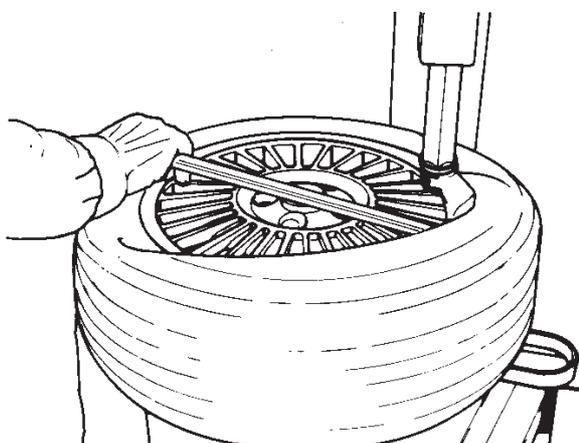

Fig.18
To make this operation easier, insure that the bead of the tire, directly across from the mount/demount head, is in the drop center of the wheel. Push the tire into the drop center with your hand or bead depressor tool if necessary. If desired, the bead lifting tool can be removed after lifting the bead onto the mount/demount head (Fig.18), or you may remove the tool after the bead has been removed.
F. Introduire le levier pour soulever l'enveloppe en-dessous du talon et au-dessus du support de l'outil. Soulever le talon sur la languette de montage. Pour rendre l'opération plus facile, appuyer, de la main gauche ou du presseur pneumatique, sur le flanc du pneu dans une position opposée à celle de l'outil. On conseille de enlever le levier pour soulever l'enveloppe après avoir soulevé le talon sur la languette de montage (Fig. 18).